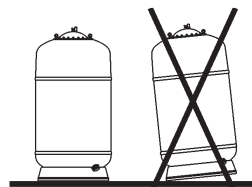

Fig. 2
- Colocar os filtros no seu local definitivo tendo em conta que a base deverá ficar completamente apoiada no solo e sobre um plano totalmente horizontal. (fig.2)